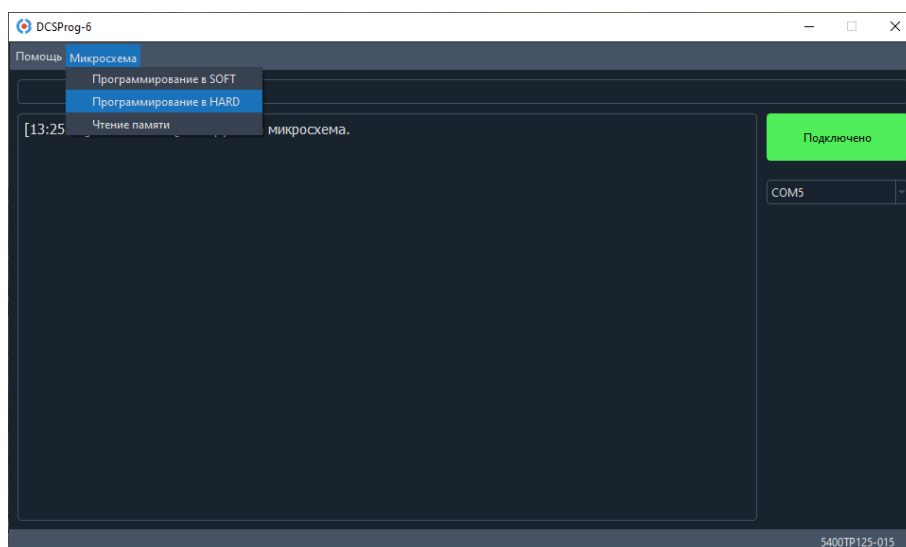
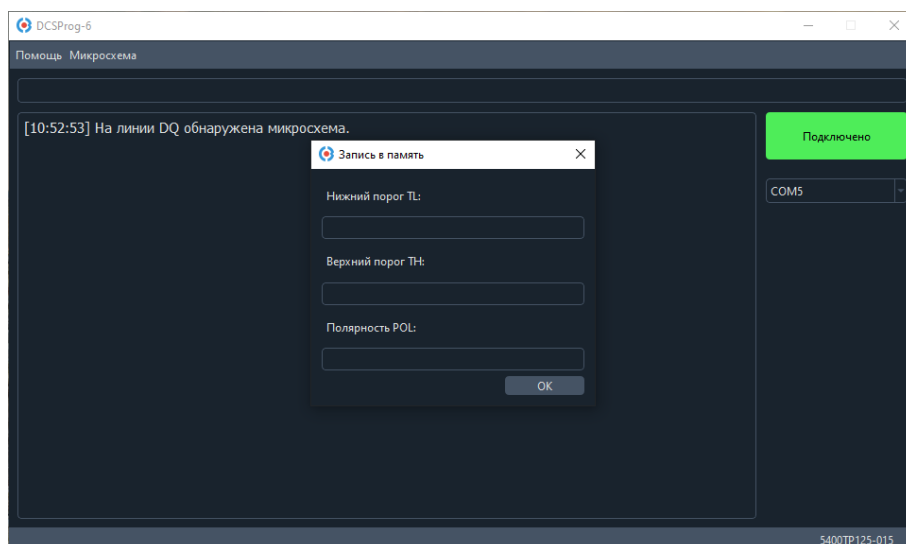

Рисунок 10. Программирование в HARD
Рисунок 12. Окно ввода конфигурации микросхемы
1. Нажмите «Микросхема» – «Программирование в HARD», откроется окно подтверждения программирования в режим HARD. Затем откроется окно «Запись в память», где нужно ввести значения TH, TL, POL (Рисунок 10 – Рисунок 12).